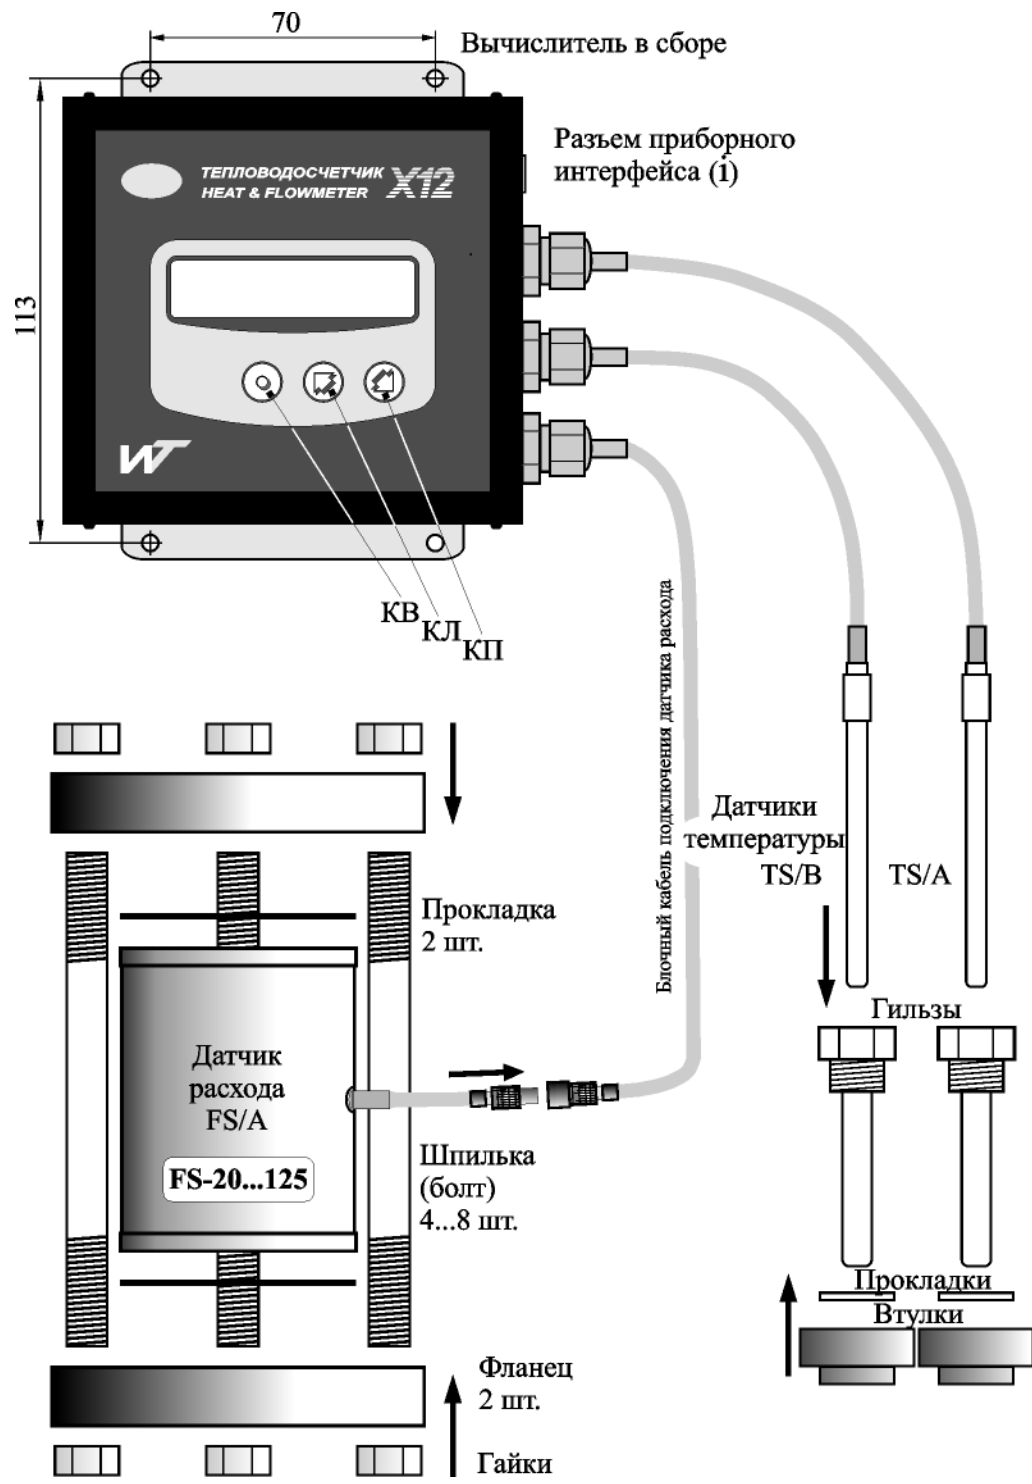

Рисунок 3.1
зуются вышеперечисленные преобразования. Вычислитель выполнен в алюминиевом корпусе с тремя кнопками управления и жидкокристаллическим индикатором. На лицевой панели имеются надписи с наименованием счетчика X12, а также поясняющие назначение элементов управления и коммутации. Кнопка со стилизованной точкой выполняет функцию ввода-старта. Две кнопки со стрелками, левая и правая, выполняют функцию выбора и перемещения курсора. В дальнейшем по тексту эти кнопки называются, соответственно, кнопками «КВ», «КЛ» и «КП» (смотри рисунок 3.1). В левом верхнем углу передней панели расположено прозрачное овальное окно инфракрасного интерфейса.
Вычислитель крепится (рисунок 3.1) в любом удобном месте и положении с помощью кронштейна и четырех винтов М3 (шурупов). Габаритные размеры вычислителя не превышают 125×107(120)×35(42) мм. В скобках указан размер в сборе с кронштейном и с гермовводами кабелей датчиков. Справа от вычислителя рекомендуется оставить свободное место не менее 50 мм для кабелей датчиков. В случае установки вычислителя на рейку DIN35 вычислитель опционально комплектуется соответствующим крепежом.